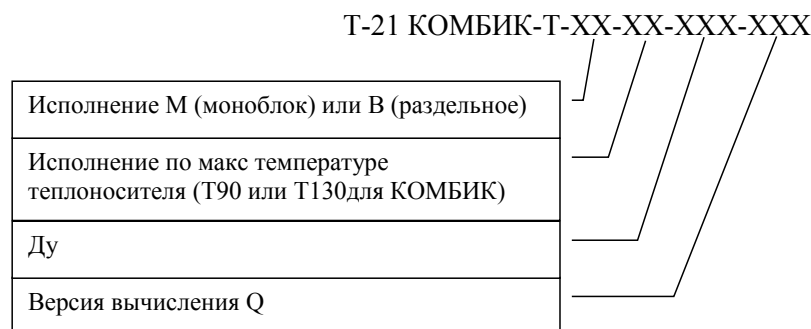

рис. 1.3
1.11 Допускается использование сокращенного условного обозначения Т-21 КОМБИК-Т в соответствии с рис. 1.3.